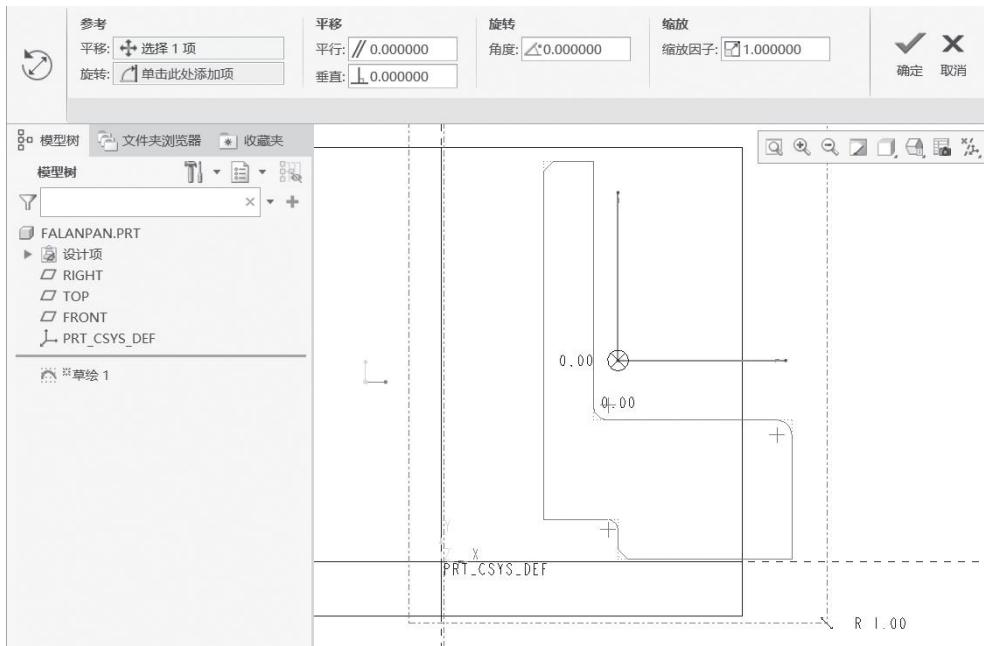

图 2-1-12 粘贴草图
(4) 单击“基准”工具栏中的草绘工具“”，进入“草绘”环境，在弹出的“草绘”菜单中单击“FRONT”基准面作为草绘平面。按“Ctrl+V”组合键进行粘贴，修改位置坐标，修改比例大小为 1，如图 2-1-12 所示。